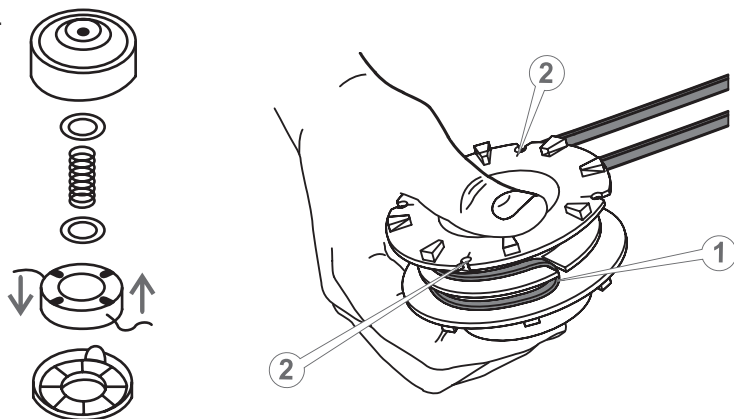

Рисунок 14. Схема заміни жилки у різальній головці.
- зняти кришку різальної головки й витягнути котушку (див. рис. 14);
- протягнути жилку на місці вигину у проріз (1, рис. 14) котушки;
- протягнути кінці жилки у прорізи (2, рис. 14) котушки і потім в отвори корпусу різальної головки. Довжина виходу кінців жилки із ріжучої головки не має перевищувати 15-17 см;